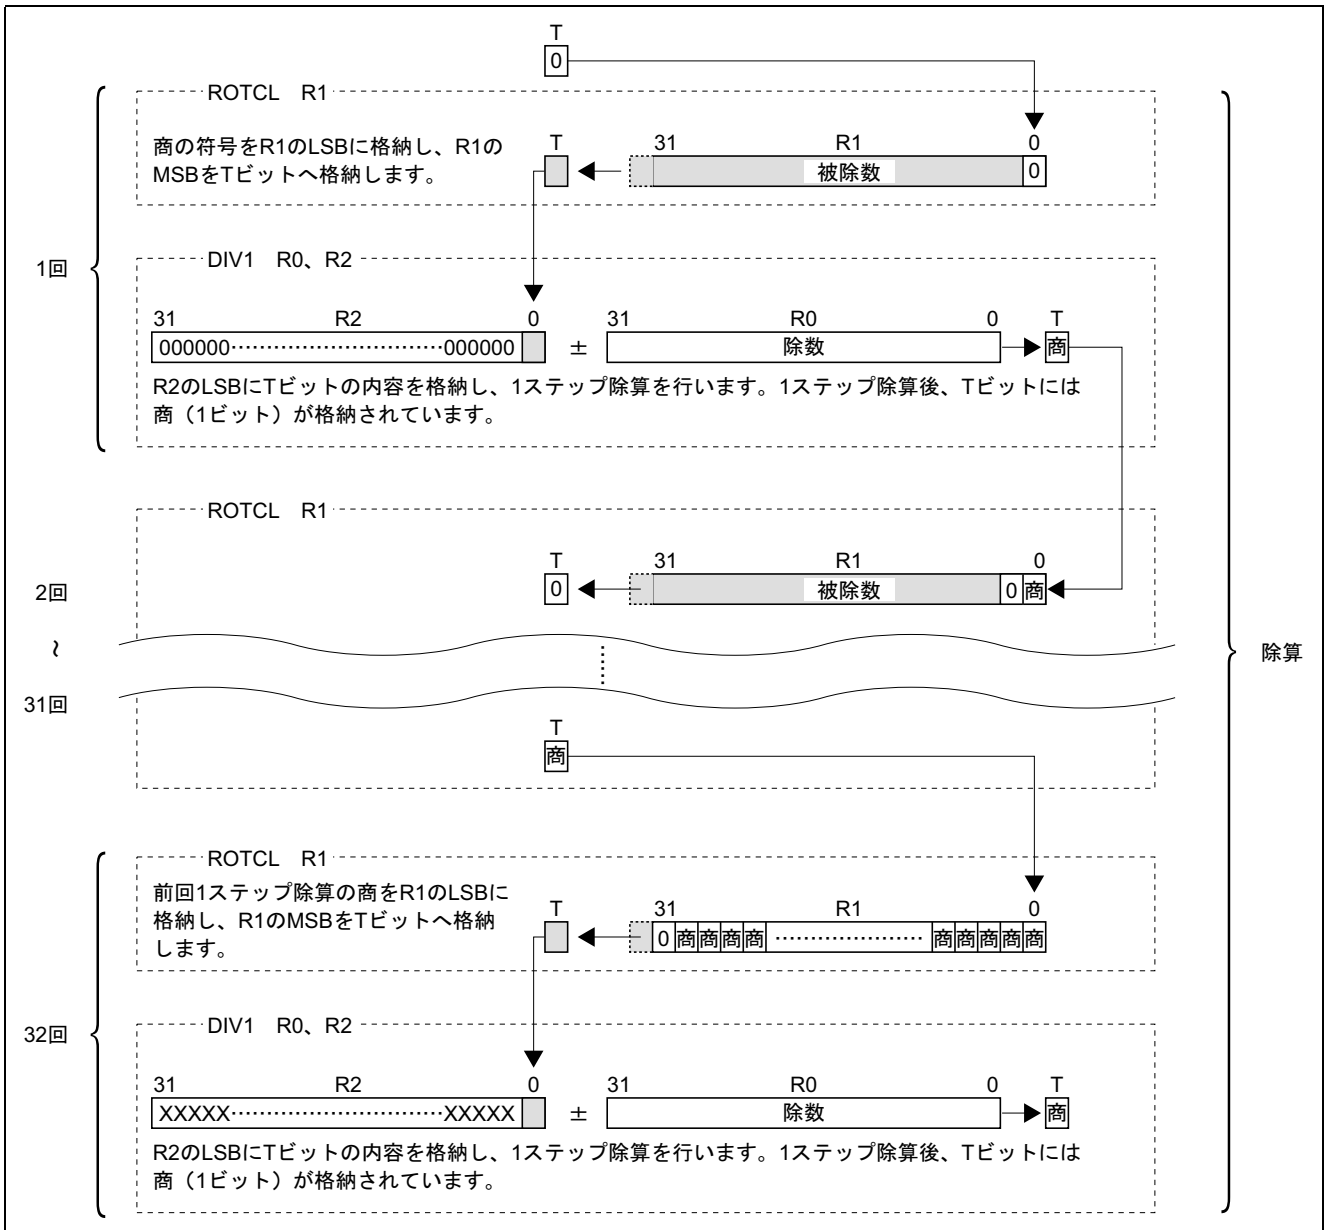

図3 除算
b. 図3で示すように、除算は ROTCL 命令、DIV1 命令を除数のビット数 (32 回) 分繰り返していきます。